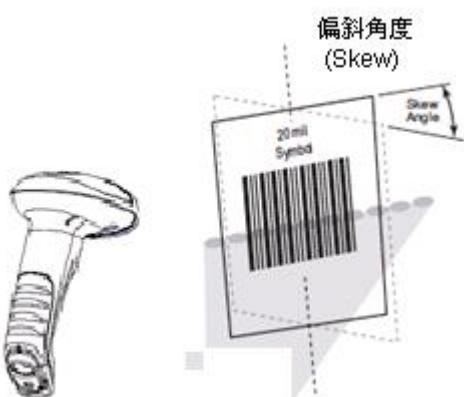

图 1-12
- ◆ 偏转角度(Skew)：±60°，测试条件为0°旋转角及0°倾斜角（见图 1-12）。